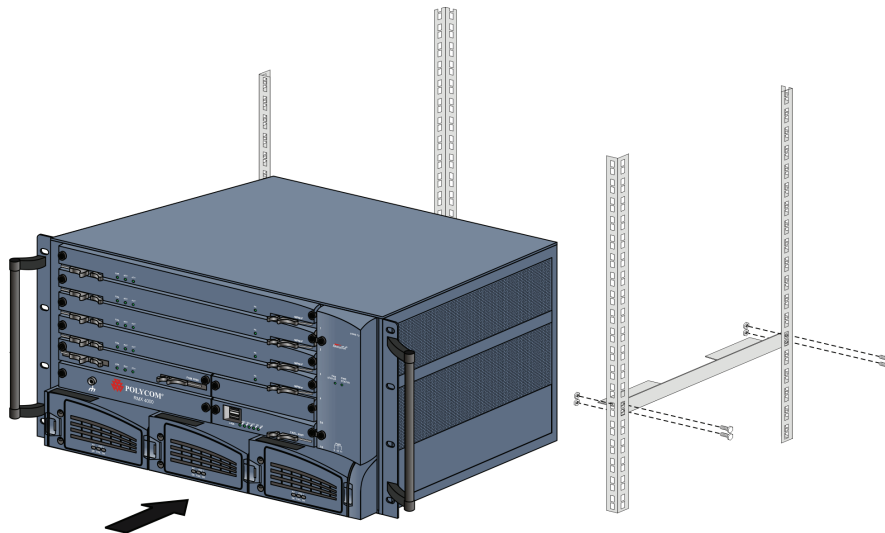

Рис. 1-2 Установка направляющих и RMX в стойку
- 1 При монтаже RMX в стойку необходимо установить в стойку направляющие шасси, как показано на Рис. 1-2. Две направляющие шасси поставляются в составе *принадлежностей для монтажа в стойку* и устанавливаются лицевой стороной внутрь в стойку 19"/23".